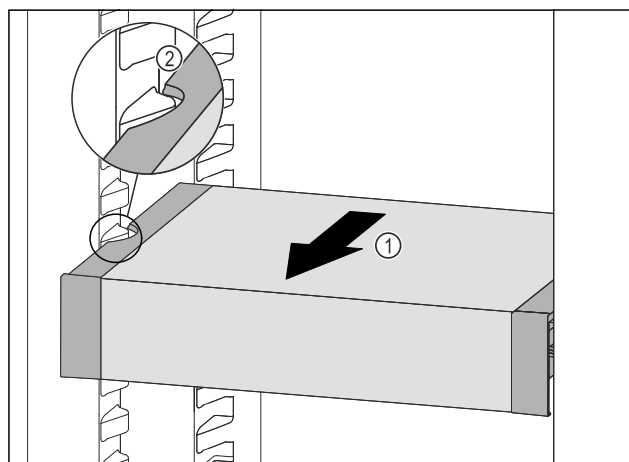

Fig. 98
- Trageți în față VarioSafe Fig. 98 (1), până când degajările laterale ale VarioSafe se află la înălțimea nervurii recipientului din frigider. Fig. 98 (2)